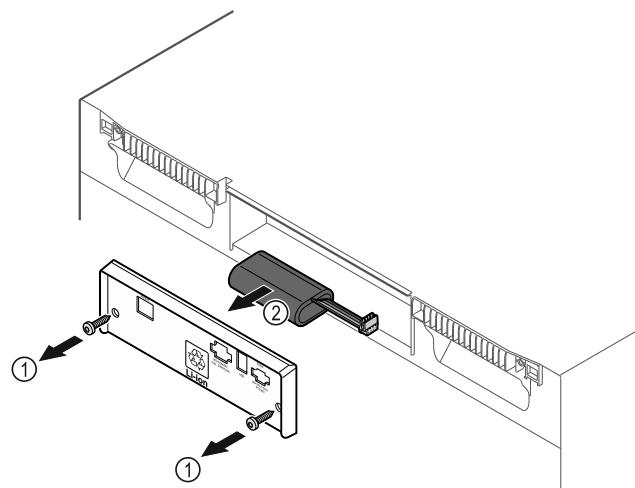

Fig. 235
- Викрутити гвинти і зняти кожух на задньому боці пристроя Fig. 235 (1).
- Батарею від'єднати та вийняти Fig. 235 (2).